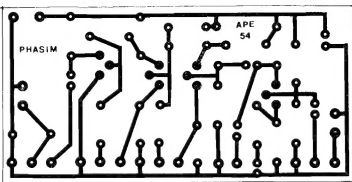

Fig.2
**- FIG. 2 - LAY OUT DO CIRCUITO IMPRESSO ESPECÍFICO** - O circuito, em sf, é simples, com quantidade não muito elevada de componentes, e assim o arranjo de ilhas e pistas cobreadas (visto em tamanho natural, na figura...) não é complicado, nem muito "congestionado". Na escala 1:1 em que está, o padrão pode ser até diretamente "carbonado" sobre a face cobreada de uma placa de fenolite virgem, nas convenientes dimensões, facilitando o gabarito de traçagem, para posterior preenchimentos das áreas com tinta ou decalques ácido-resistentes, corrosão, limpeza e furação, conforme é costume... Observem que a necessidade de vários controles, na forma de potenciômetros (inclusive um duplo...), além de (detalhes nas